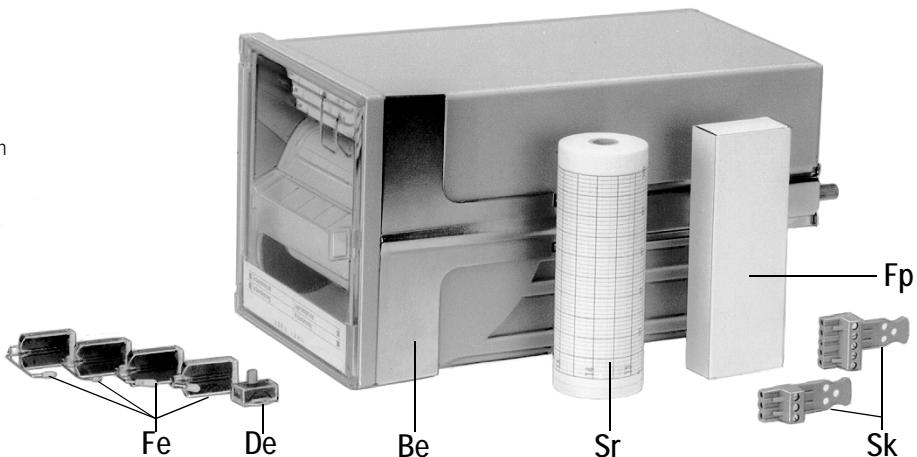

Bild 1 Lieferumfang des LINAX 4000M
1.1 Lieferumfang (siehe Bild 1)